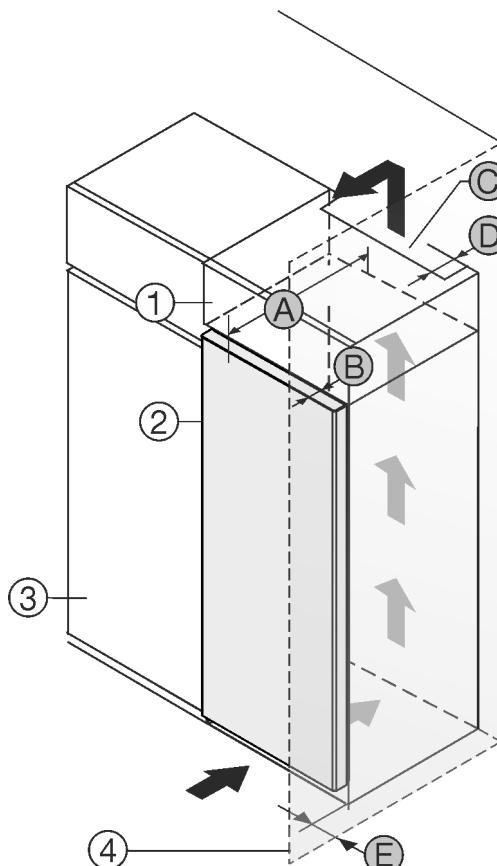

Fig. 1
Aparat lahko postavite neposredno ob kuhinjsko omaro Fig. 1 (3).*
Na zadnji strani nadgradne omare mora biti zaradi prezračevanja in odzračevanja po vsej širini nadgradne omare prezračevalni jašek globine Fig. 1 (D).*
Pod stropom je treba upoštevati presek prezračevanja Fig. 1 (C).*
Če aparat postavite s tečaji ob steni Fig. 1 (4), mora razdalja med aparatom in steno znašati vsaj 13 mm.*
Če aparat postavite s tečaji ob steni Fig. 1 (4), mora razdalja med aparatom in steno znašati vsaj 20 mm.*
Da lahko vrata povsem odprete, mora aparat štrleti ven vsaj za globino vrat Fig. 1 (B) glede na sprednji del kuhinjske omarice. Odvisno od globine kuhinjskih omaric Fig. 1 (3) in uporabe stenskih distančnikov lahko aparat štrli bolj ven.*